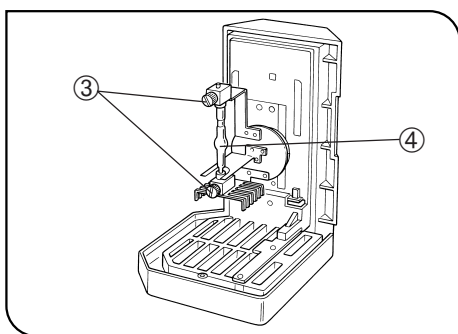

Fig. 13
3. Coloque la sección del receptáculo boca abajo, como se muestra en la Fig. 13.